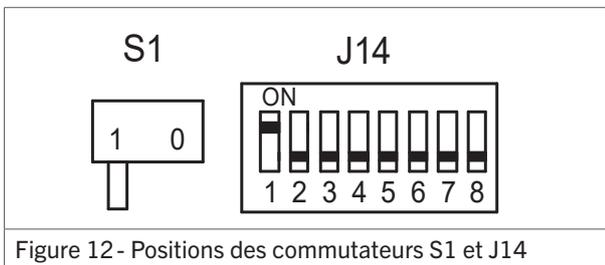

Figure 12 - Positions des commutateurs S1 et J14
2. Positionner comme suit les commutateurs S1 et J14 du module de commande (figure 12 / 13):